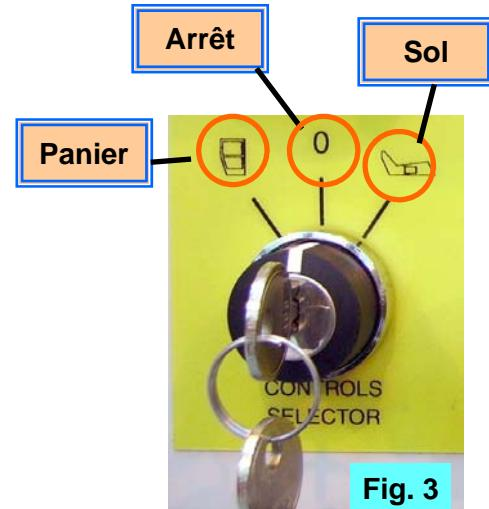

Fig. 3
3. Après avoir placé le commutateur à clé en position « Sol » (Fig. 3), abaisser les stabilisateurs en maintenant le bouton « Marche moteur Stabilisateurs » enfoncé (Fig. 5) et en actionnant les « Leviers de commande Stabilisateurs » (Fig. 4), jusqu'à ce que les quatre stabilisateurs soient entre 25 et 50 mm du sol.